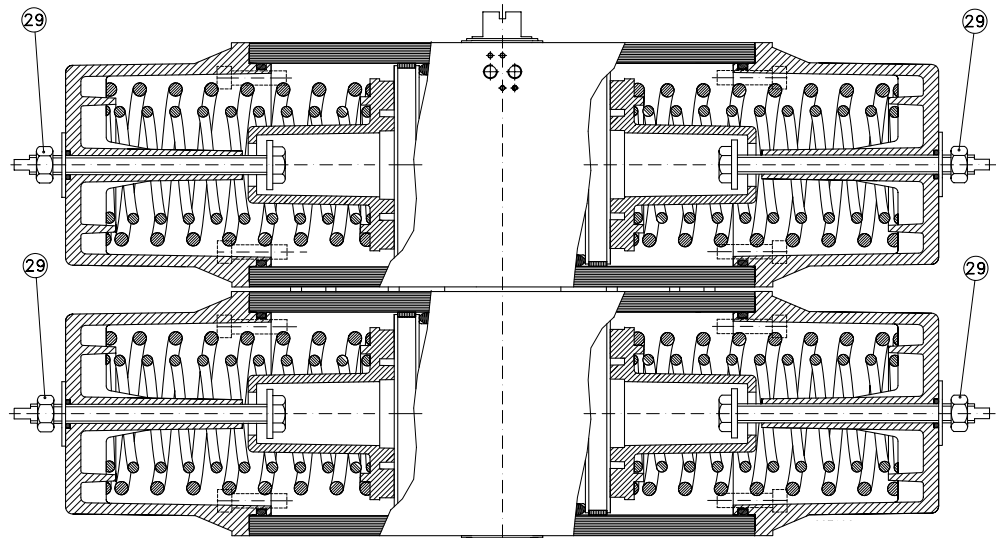

Fig. 5
1. Kontrollera att fjäderna förmår trycka kolven till ursprungsläget enligt fig. 5.